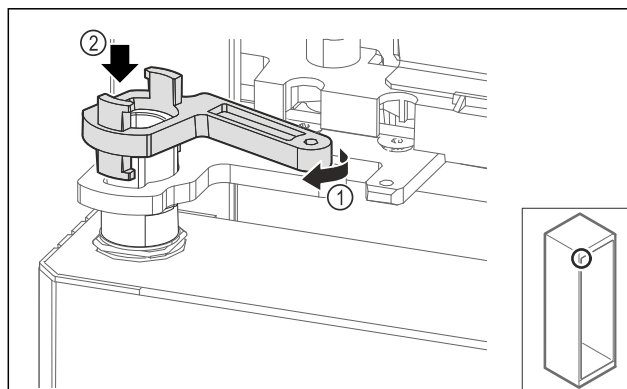

Fig. 66
- Ruotare leggermente il fissaggio del blocco di supporto Fig. 66 (1) e posizionarlo sul manicotto Fig. 66 (2).